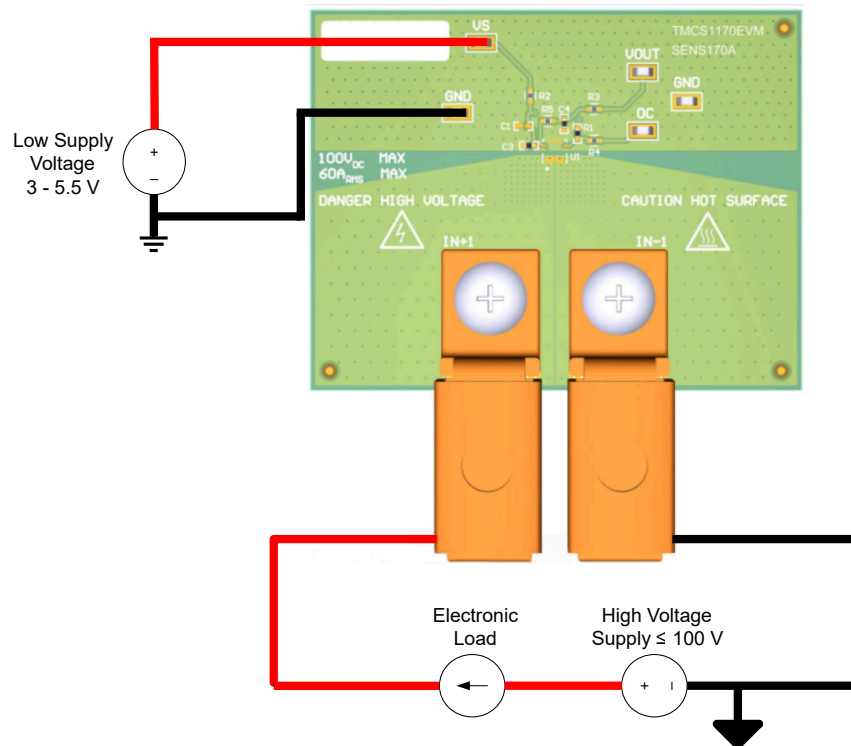

図 1-1. 機能的絶縁のためのローサイド順方向電流セットアップ
以下は、**TMCS1170EVM** のセットアップと使用方法に関する手順です。図 1-1 に、A4F ($66mV/A$) 感度バージョンでのシンプルなローサイド セットアップの例を示します。このデバイスは絶縁構造を備えており、外部電源は、負荷用の高電圧 (HV)、DUT 電源の用低電圧 (LV) に分かれています。HV 電源は、絶縁でき、LV 電源とは異なる電位にすることができます。
1. 図 1-1 に示すように、ローサイド測定を行うには、電子負荷の正入力端子を、目的の最大負荷電流を供給できる電源の正端子に接続します。ハイサイド測定の場合、電子負荷の正入力端子を評価基板の負荷ソース端子 (IN+ または IN-) に接続します。順方向電流のハイサイド測定の場合、IN- を電子負荷に接続します。逆方向電流の場合は IN+ を負荷に接続します。